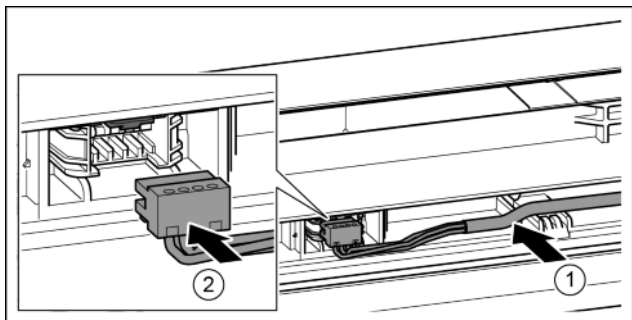

Fig. 36
- ▶ Grijs kabel in de geleiding in de bovenste deur plaatsen. Fig. 36 (1)
- ▶ Stekker vastklikken. Fig. 36 (2)